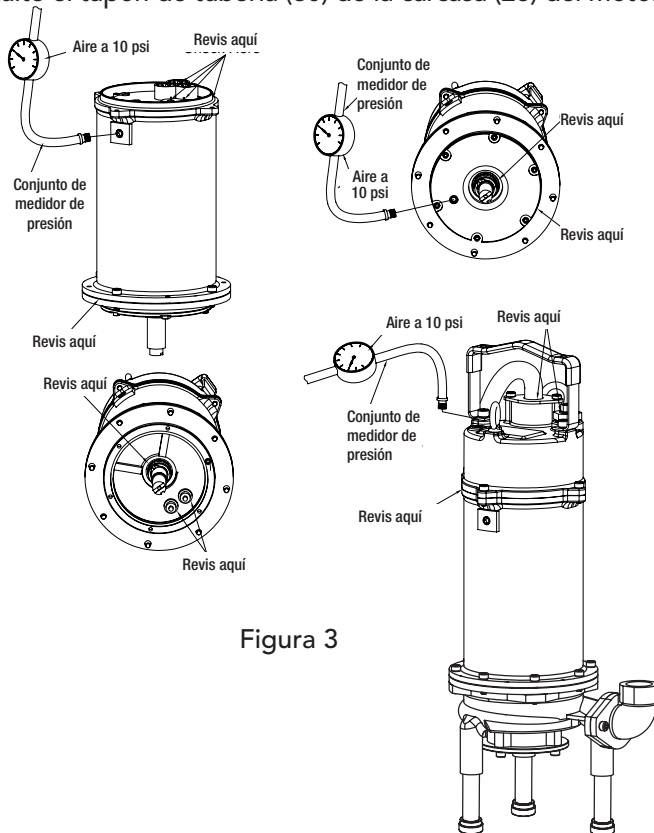

Figura 3
Vea la Figura 3. Quite el tapón de tubería (30) de la tapa (45) de cables. Aplique sellador para tuberías al conjunto de medidor de presión y ajústelo en el agujero. Presurice la carcasa superior del motor a 10 psi. Aplique una solución jabonosa alrededor del área sellada que está sobre el nivel de aceite, e inspeccione para ver si hay 'burbujas de aire' alrededor de la unión entre la tapa (45) de cables y la carcasa (28) del motor. También revise alrededor de la tuerca de prensaestopas y el cable de alimentación. Si después de cinco minutos la presión se mantiene todavía constante y no se observan 'burbujas' ni filtración de aceite, descargue lentamente la presión y retire el conjunto de medidor. Si no se encontraron fugas, continúe con la prueba de la carcasa del motor.
Si se ha desagotado el aceite, llene hasta el nivel normal antes de realizar la prueba de presión (vea la Figura 3). Quite el tapón de tubería (30) de la carcasa (28) del motor.